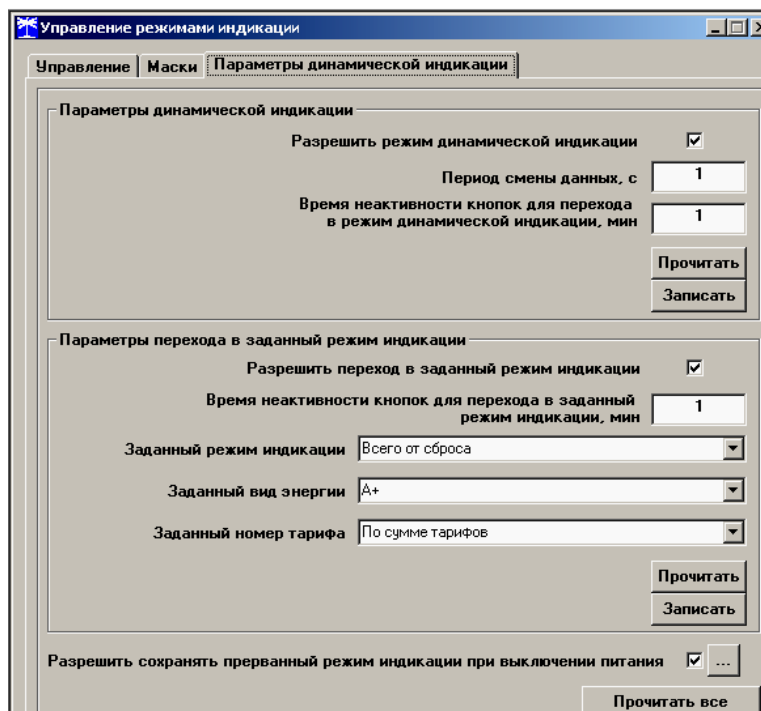

Рисунок 23 – Вкладка «Параметры динамической индикации»
17.6.3 Динамическая индикация запрещена при выходе счетчика с завода-изготовителя. Для разрешения динамической индикации нужно установить и записать следующие параметры в группе элементов «Параметры динамической индикации» (рисунок 23):
17.7.3 Этот режим запрещен при выходе счетчика с завода-изготовителя. Для разрешения режима нужно установить и записать следующие параметры в группе элементов «Параметры перехода в заданный режим индикации» (рисунок 23):